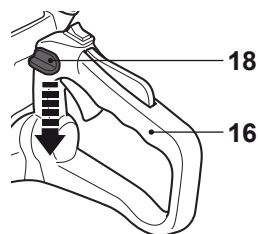

Fig. 3
- > Presione el botón de desbloqueo(18) hacia abajo y manténgalo en su posición inferior (Fig. 3).